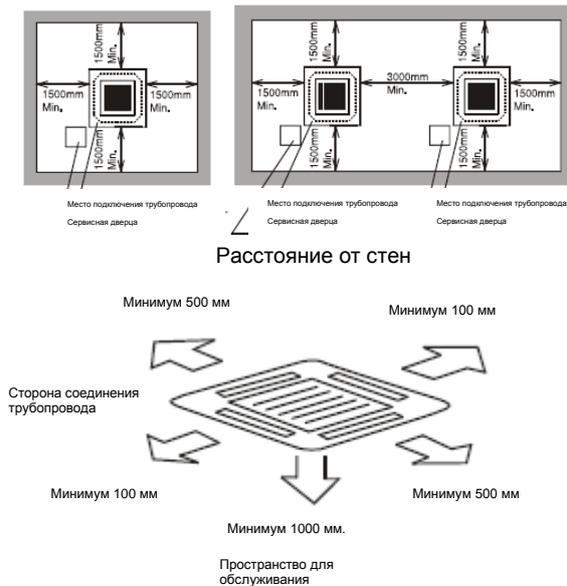

Рис. 4.1 Расстояния вокруг внутреннего блока
- Установите блок с соответствующими расстояниями вокруг него для эксплуатации и технического обслуживания, см. рис. 4.1.